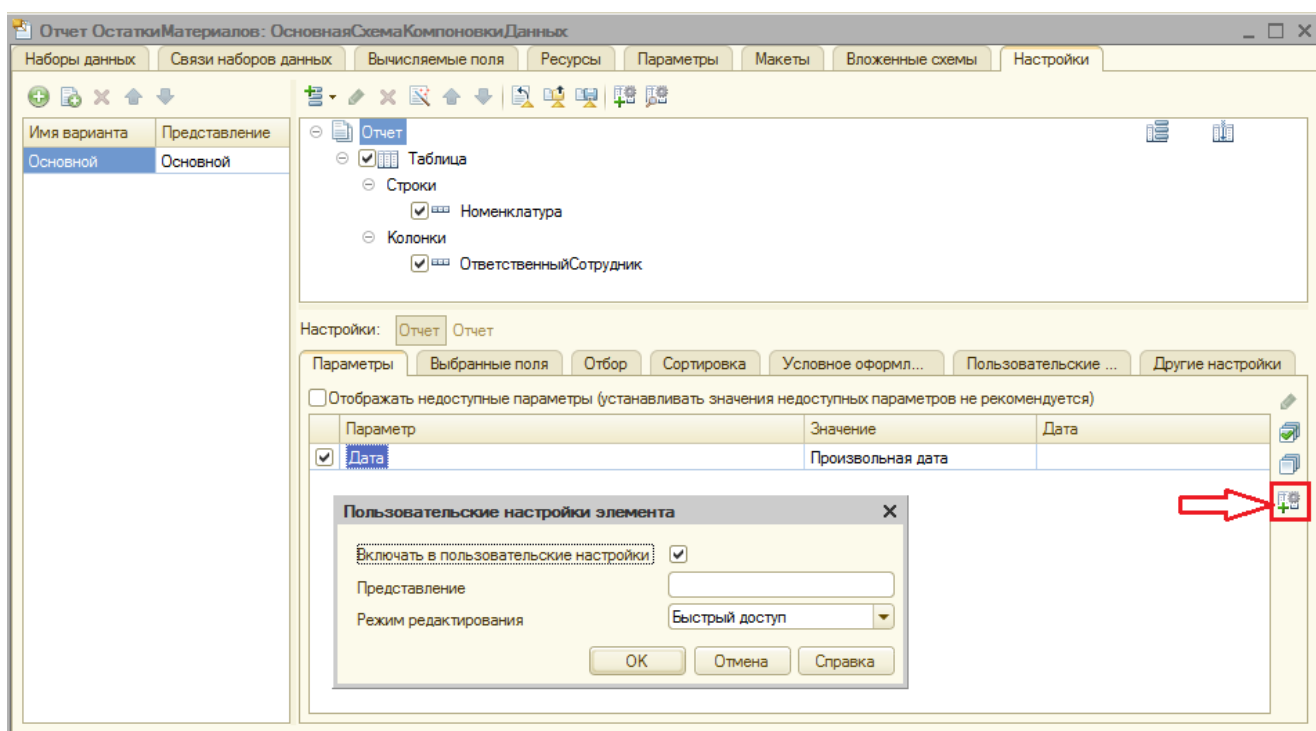

Рисунок 13.8- Настройка вывода параметра
12. Откроем вкладку **Настройки**, выберем внизу экрана вкладку **Параметры**, откроем настройку параметра **Дата** кнопкой **Свойства элемента пользовательских настроек**. В появившемся окне установим флаг **Включать в пользовательские настройки**, режим редактирования оставим в значении **Быстрый доступ**, Рисунок 13.8.